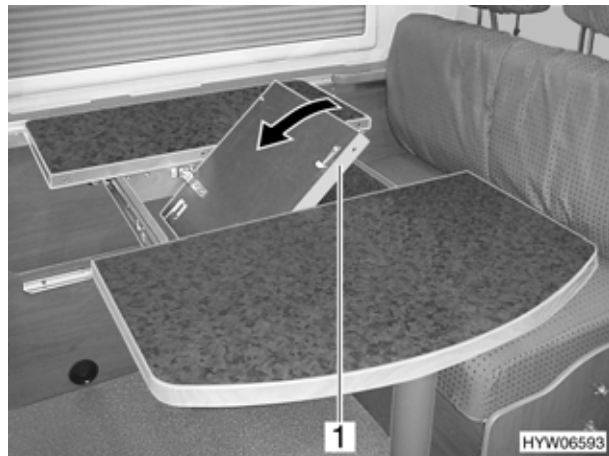

Fig. 47 Tavolo soggiorno, ribaltare il piano del tavolo
- Estrarre il piano prolunga (Fig. 47,1) in direzione della freccia.